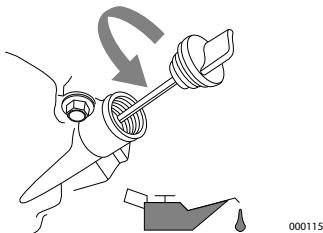

Figura 4-2. Llenado de aceite de motor
3. Vea la Figura 4-2. Retire la tapa de llenado de aceite y límpie la varilla de medición.